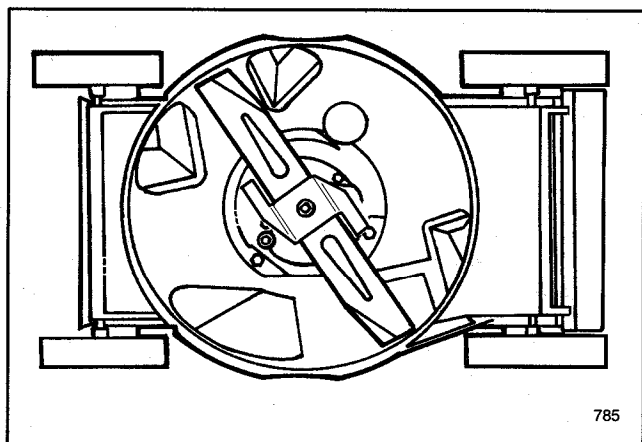

Figure 19
Pour assurer une performance optimale, garder le dessous du carter propre. Veiller particulièrement à ce que les déflecteurs soient exempts de débris (Fig. 19).
3. Basculer la tondeuse sur son côté gauche (Fig. 19).